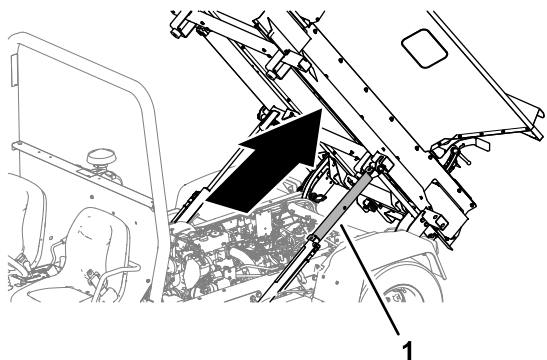

Figura 16
1. Eleve o adubador até atingir o curso máximo dos cilindros de elevação. (Figura 16).
2. Instale o suporte da plataforma (Figura 16) na barra do cilindro; consulte o *Manual do utilizador* do seu veículo utilitário.